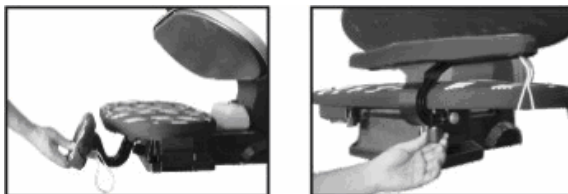

Fig. 8
- f) Per stirare maniche e punti difficilmente accessibili utilizzate l'asse da stiro piccola, sollevate l'asse come descritto nella fig. 8 e fissatela con l'apposita levetta (fig. 8).